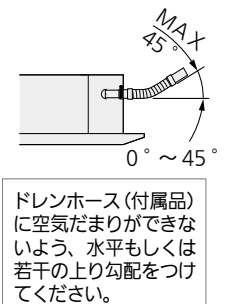

図 19
- 付属のドレンホースは 90° 曲げで使用しないでください。(最大 45°) (図 19)